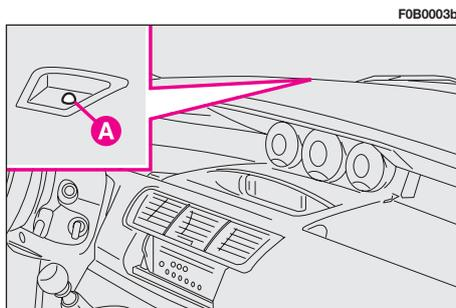
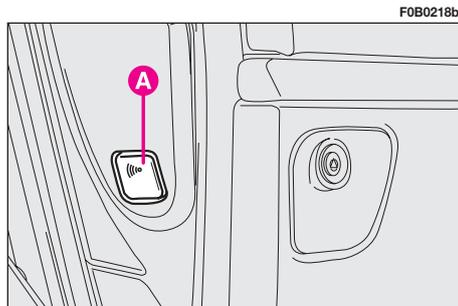

fig. 9
fig. 10
L'inserimento è segnalato dal lampeggio delle frecce e successivamente dal lampeggio del led **A-fig. 9** situato sulla plancia portastrumenti.
Se nel frattempo l'antifurto è scattato, il led **A-fig. 9** lampeggia rapidamente. Per interrompere il lampeggio, portare la chiave in posizione **M**.
Prima di inserire l'antifurto premere il pulsante **A-fig. 10** raggiungibile a porta aperta, il led **A-fig. 9**, ubicato sulla plancia portastrumenti, si illumina a luce fissa.
Una seconda pressione sul pulsante **A-fig. 10**, permette di ritornare alla normale protezione esterna ed interna.
- entro 10 secondi ruotare la chiave di avviamento in posizione **M** e successivamente premere il pulsante **A-fig. 10**, la sirena si disinscrive.